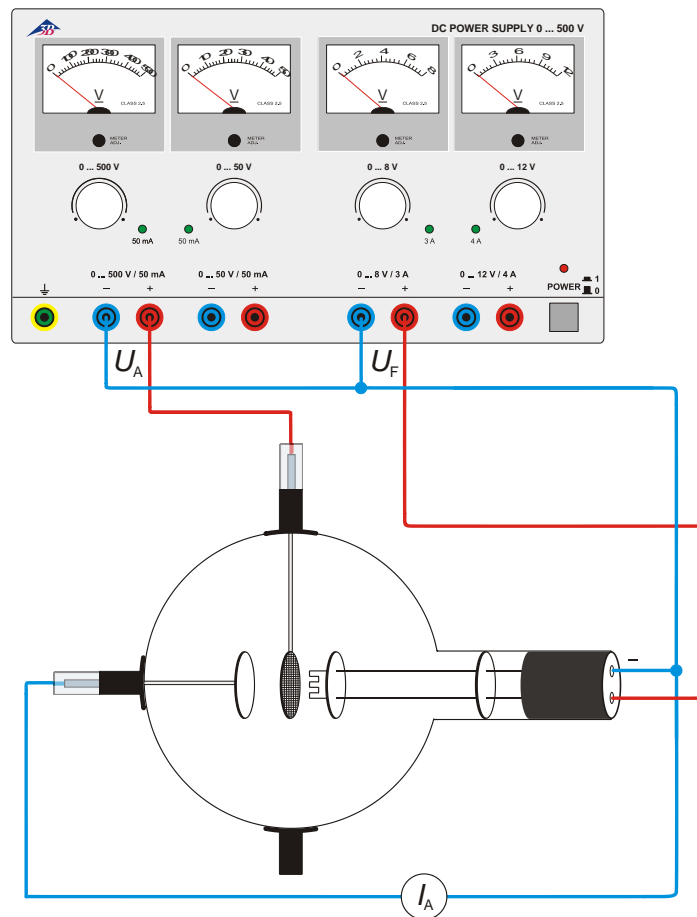

Fig. 3 Génération de rayons cathodiques
- Procédez au câblage de la figure 3, de façon à ce que la grille et la cathode représentent une diode. Branchez le pôle négatif de la tension anodique U_A à la borne de 4 mm marquée du signe « moins » sur le col du tube.